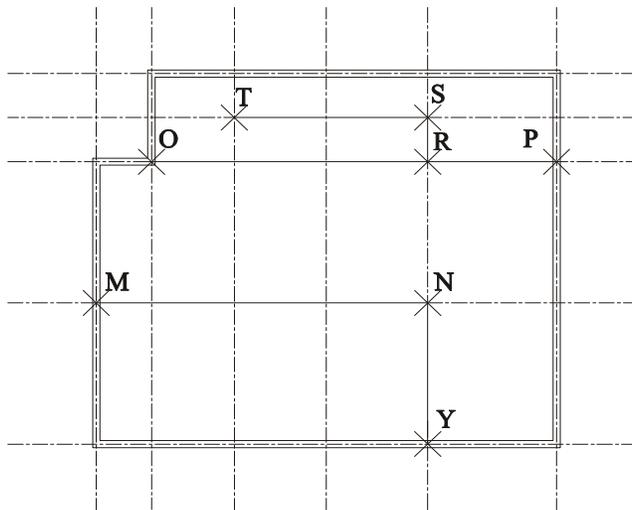

图 9-1-9
(3) 绘制如图 9-1-9 所示的内墙中轴线。
指定起点： // 单击如图 9-1-9 所示的 O 点
// 单击如图 9-1-9 所示的 P 点
指定起点： // 单击如图 9-1-9 所示的 T 点
// 单击如图 9-1-9 所示的 S 点
// 单击如图 9-1-9 所示的 R 点